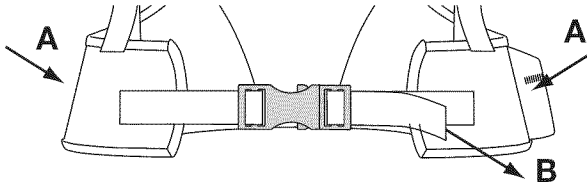
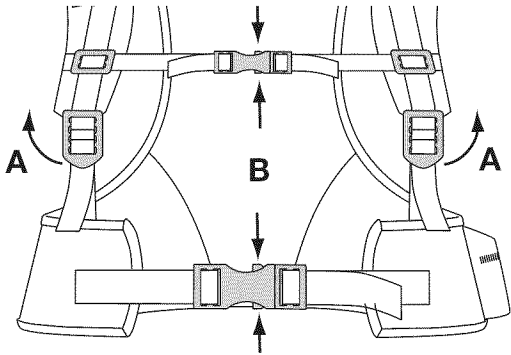

Fig. 19
Fig. 20
**NOTA:** Asegúrese de que los soportes de la cintura soporten el peso de la unidad sobre las caderas (Fig. 19, A).
3. Si el peso no cae sobre las caderas, afloje los soportes de los hombros (Fig. 20, A) y tire de la manija de los soportes de la cintura (Fig. 19, B) para apretarlas. Ajústelas hasta que el peso de la unidad descansa sobre las caderas.
1. Para desconectar los soportes de los hombros, tire hacia arriba de la lengüeta inferior de las hebillas de los soportes de los hombros (Fig. 20, A).
2. Apriete la parte superior e inferior de las presillas de los soportes de la cintura para zafar los soportes de la cintura y los hombros (Fig. 20, B).